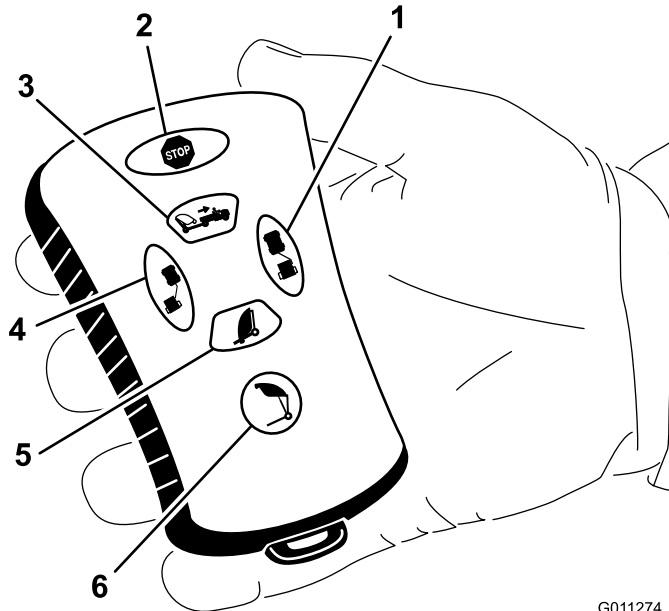

Bild 16
- Drücken Sie die Taste zum Entleeren des Füllkastens (Bild 16).
- Drücken Sie dann die Taste für einen Versatz nach links (Bild 16).
- Drücken Sie dann die Taste für einen Versatz nach rechts (Bild 16).
- Halten Sie dann die Taste zum Entleeren des Füllkastens gedrückt (Bild 16).
Halten Sie die Taste für den Versatz nach links gedrückt, um die Kehrmaschine nach links zu versetzen (Bild 16). Wenn Sie die Taste loslassen, wird die Bewegung nach links gestoppt.
Zum Anheben der Kehrmaschine halten Sie die Taste zum Anheben der Kehrmaschine gedrückt, bis der Füllkasten in der gewünschten Höhe ist oder in der vordefinierten Höhe anhält (Bild 16).
Halten Sie die Taste für den Versatz nach rechts gedrückt, um die Kehrmaschine nach rechts zu versetzen (Bild 16). Wenn Sie die Taste loslassen, wird die Bewegung nach rechts gestoppt.
Drücken Sie die Taste zum Absenken der Kehrmaschine, um den Füllkasten abzusenken (Bild 16). Der Füllkasten abgesenkt werden, wenn er in den folgenden Positionen ist: